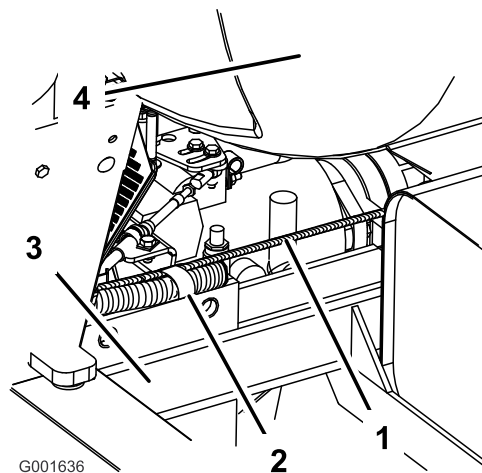

Figura 13
Nota: A cablagem tem de seguir o lado esquerdo da estrutura em direcção à parte traseira e superior da estrutura por detrás do banco (Figura 13).
2. Instale a cablagem no grampo em R localizado por detrás do banco do condutor e na parte superior da estrutura (Figura 13).